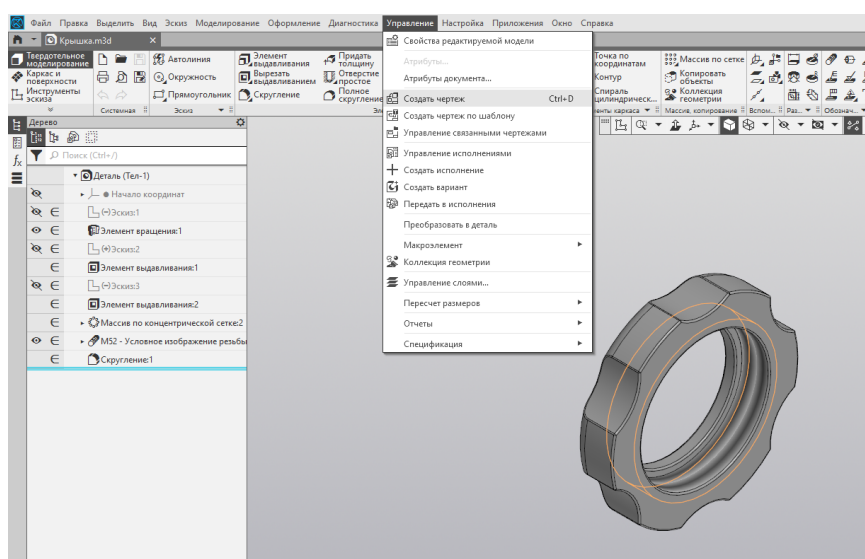

Рисунок 1 – Первый способ создания чертежа по модели
13.1.1 В зависимости от ситуации есть несколько способов создания чертежа. Способ 1: в окне с 3D моделью крышки вызовите меню «Управление» и далее выберите строчку «Создать чертеж» (рис. 1).